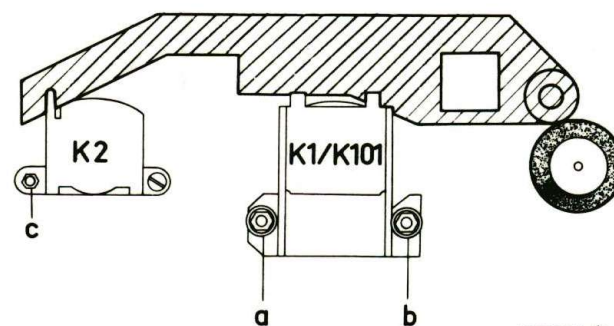

Fig. 2
- c. Regolazione dell'altezza della testina (Fig. 2)**